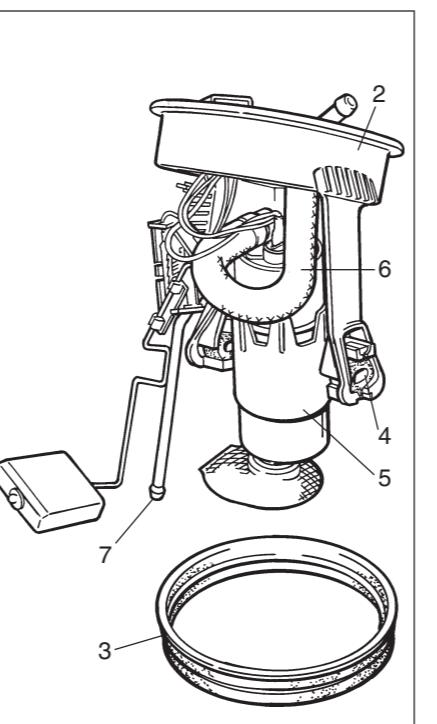
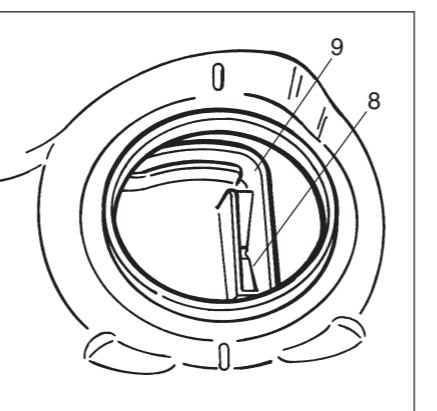

Abb. 2 / Fig. 2
Abb. 3 / Fig. 3
- Flansch (2) mit integriertem Geber und Kraftstoffpumpe herausziehen, evtl. Dichtring (3, Abb. 2) herausnehmen.
- Dämpfungsgummis (4, Abb. 2) (3 Stück) mit Schraubendreher vorsichtig herausheben.
- Kraftstoffschlauch (6, Abb. 2) und Kabelverbindungen (+) und (-) abziehen.
Pumpe (Abb. 2)
- Vormontierte Kraftstoffpumpe (5, Abb. 2) in die Aufnahme setzen.
- Schlauch (6) mit beiliegender Schlauchklemme ganz aufschieben und befestigen.
- Dämpfungsgummis (4) einsetzen.
- Dichtring (3, Abb. 2) in die Tanköffnung setzen.
- Kraftstoffpumpen-Einheit so einsetzen, daß die Führungsstange (7, Abb. 2) in die Führungsaufnahme (8, Abb. 3) des Schwälloptes (9) zur Anlage kommt. Die Führungsstange (7) federt dadurch etwas ein.
- Pull out flange (2) with integrated sensor and fuel pump, remove sealing (3, fig. 2) if necessary.
- Carefully remove damper rubbers (4, fig. 2) (3 parts) using a screw driver as a lever.
- Remove fuel hose (6, fig. 2) and cable connections (+) and (-).
Assembly of the Pierburg pump (fig. 2)
- Place pre-assembled fuel pump (5, fig. 2) into the support.
- Install hose (6) completely, including the enclosed hose clamp, and fasten.
- Insert damping rubbers (4).
- Place sealing (3, fig. 2) into the tank opening.
- Insert fuel pump unit so that the guide rod (7, fig. 2) is in contact with the guide support (8, fig. 3) of the surge pot (9). As a result, the guide rod (7) will settle down to a certain degree.
- Enlever la bride (2) avec le capteur intégré et la pompe à carburant et enlever le joint d'étanchéité (3, fig. 2) en cas de besoin.
- Enlever avec précaution les pièces amortissantes en caoutchouc (4, fig. 2) (3 pièces) en utilisant un tournevis comme levier.
- Enlever le tuyau de carburant (6, fig. 2) et les connexions de câble (+) et (-).
Instalación de la bomba Pierburg (fig. 2)
- Mettez la pompe à carburant prémontée (5, fig. 2) dans le support.
- Installer le tuyau (6) complètement, y compris la pince ci-jointe, et le fixer.
- Mettre le joint d'étanchéité (3, fig. 2) dans l'ouverture du réservoir.
- Installer l'unité de pompe à carburant de manière à ce que la tige conductrice (7, fig. 2) soit en contact avec le support conducteur (8, fig. 3) du pot (9). Par conséquent, la tige conductrice (7) se met en position dans une certaine mesure.
- Quite la brida (2) con el sensor integrado y la bomba de gasolina y quite la junta (3, fig. 2) en caso de necesidad.
- Quite cuidadosamente las piezas amortiguadoras de goma (4, fig. 2) (3 piezas) utilizando un tornillador como palanca.
- Quite el tubo de gasolina (6, fig. 2) y las conexiones de cable (+) y (-).
- Mettere la pompa di benzina premontata (5, fig. 2) nello supporto.